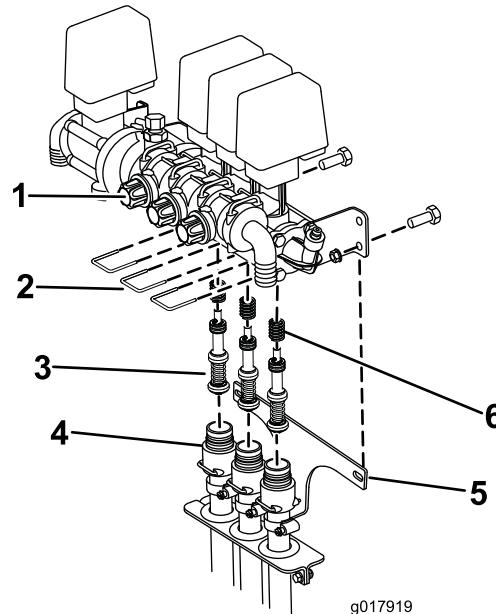

Figura 75
- B. Retire os 3 eixos que prendem os encaixes da válvula ao conjunto da válvula (Figura 75).
- pulverizador (Figura 75). Baixe os tubos afastando-os do conunto da válvula.
- D. Utilizando uma chave Allen de 3 mm, retire os parafusos que prendem os conjuntos dos pistões no conjunto da válvula. Certifique-se de que conta com as molas na válvula (Figura 75).